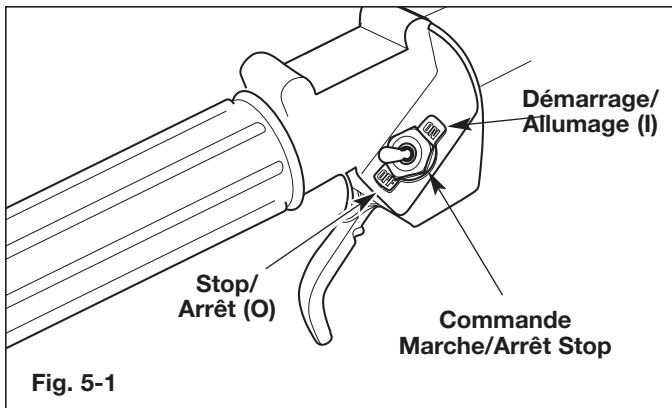
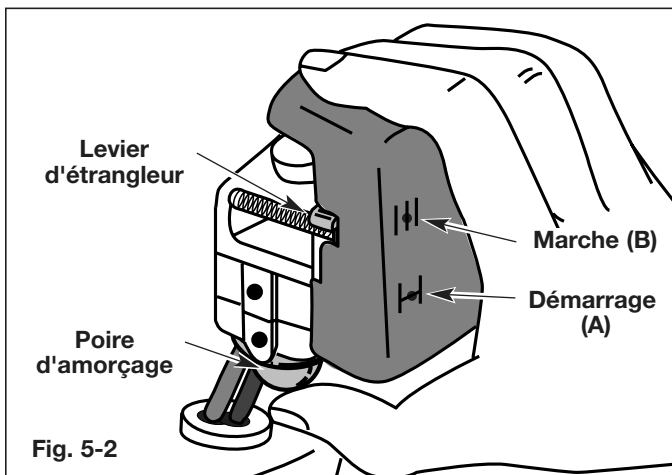

Fig. 5-1
Fig. 5-2
2. Mettez la commande Marche/Arrêt Stop en position de **DÉMARRAGE (I)** (Fig. 5-1).
3. Enfoncez complètement puis relâchez lentement la poire d'amorçage 5 à 7 fois. Vous devriez sentir et voir de l'essence dans la poire (Fig. 5-2). S'il n'y a pas de carburant dans la poire, appuyez trois fois ou plus ou jusqu'à ce qu'il y pénètre.
4. Mettez le levier d'étrangleur en position de **DÉMARRAGE (A)** (Fig. 5-2).
6. Mettez le levier d'étrangleur en position de **MARCHE (B)** (Fig. 5-2).
9. Appuyez sur la manette des gaz de 5 à 10 secondes pour réchauffer le moteur. Mettez le levier d'étrangleur en position de **MARCHE (B)** (Fig. 5-2).
REMARQUE : il n'est pas nécessaire d'utiliser l'étrangleur pour démarrer un moteur chaud. Mettez la commande Marche/Arrêt Stop en position de **DÉMARRAGE (I)** (Fig. 5-1) et le levier d'étrangleur en position de **MARCHE (B)** (Fig. 5-2).
2. Pour arrêter le moteur, mettez la commande de Marche/Arrêt Stop en position d'**ARRÊT [O]** (Fig. 5-1).